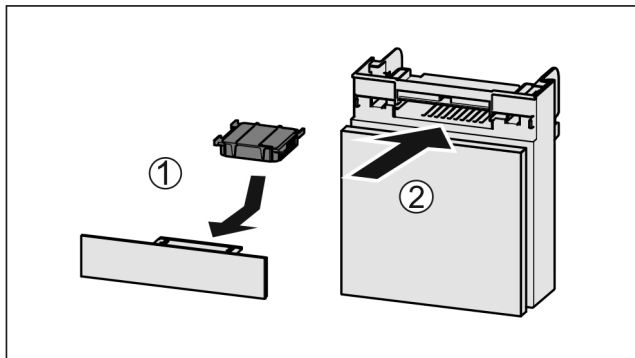

Fig. 73
- ▶ Inserire il vano Fig. 73 (2).